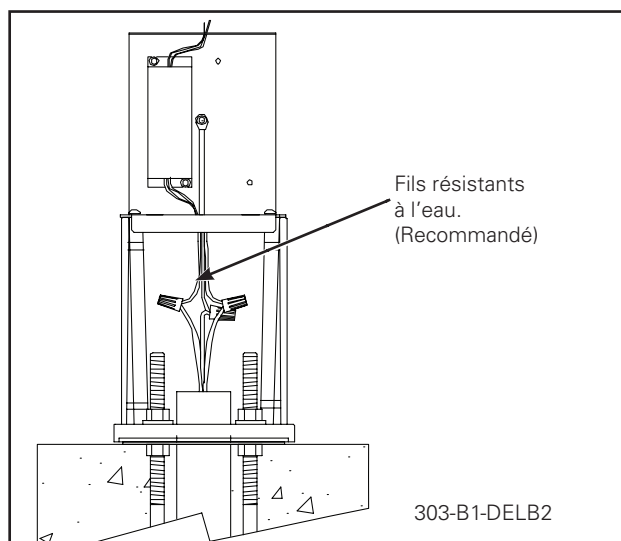

Figure 4.
3. Refixez la plaque de montage du conducteur au socle et raccordez au courant (AWG no10 maximum). Pour le modèle 303-B1, raccordez les fils d'entrée à l'aide des connecteurs de serre-fils résistants à l'eau fournis (Figure 4). Pour le modèle 303-B2, raccordez les deux conducteurs en parallèle et branchez-les à l'entrée d'alimentation à l'aide des connecteurs de serre-fils résistants à l'eau (non fournis).